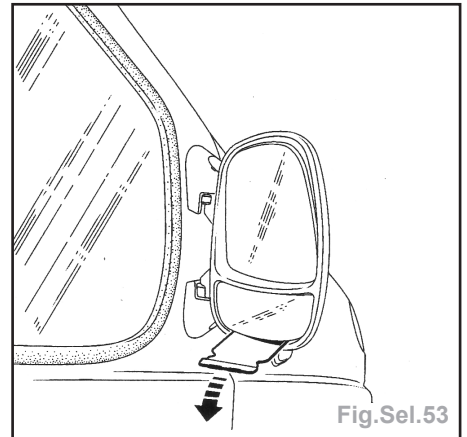

Fig.Sel.53
- Insérer un couteau à mastic (80 mm), puis pousser comme indiqué (Fig.Sel.53).